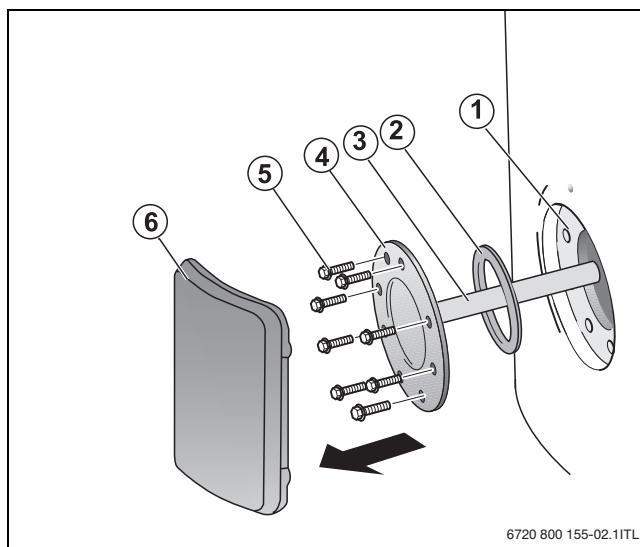

Fig. 19 Démonter le couvercle de la trappe de visite
- Démonter la trappe de visite (→ fig. 19, page 33) si ce n'est pas encore le cas.